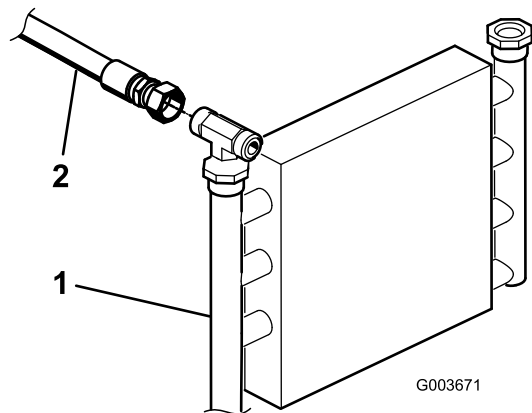
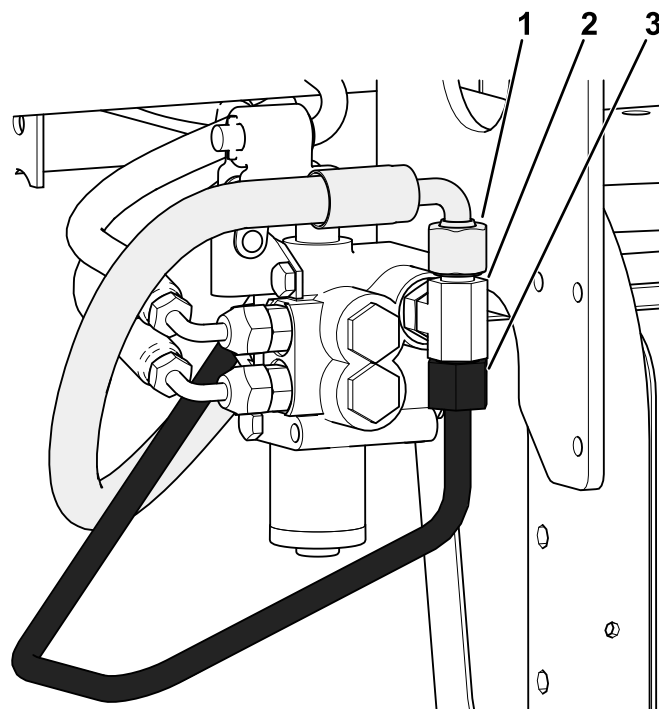

图 4
图 6
1. 找到从油冷却器到现有提升阀的液压管图 4。
3. 从油冷却器和提升阀上断开并拆下液压管图 4 和图 6。
- C. 如 图 6 所示从 T 形接头 (340-94) 上断开液压管 (144-1367)。